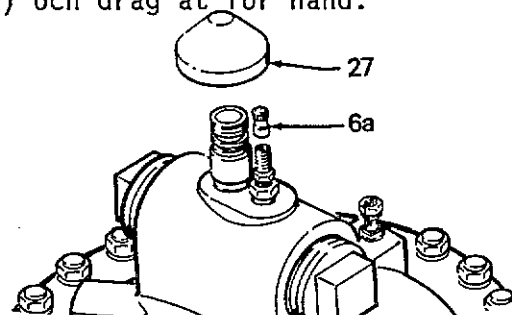

Fig 4
2. Tag bort kåpan (27) och skyddet (6a) för påfyllningsventilen, se fig 4.